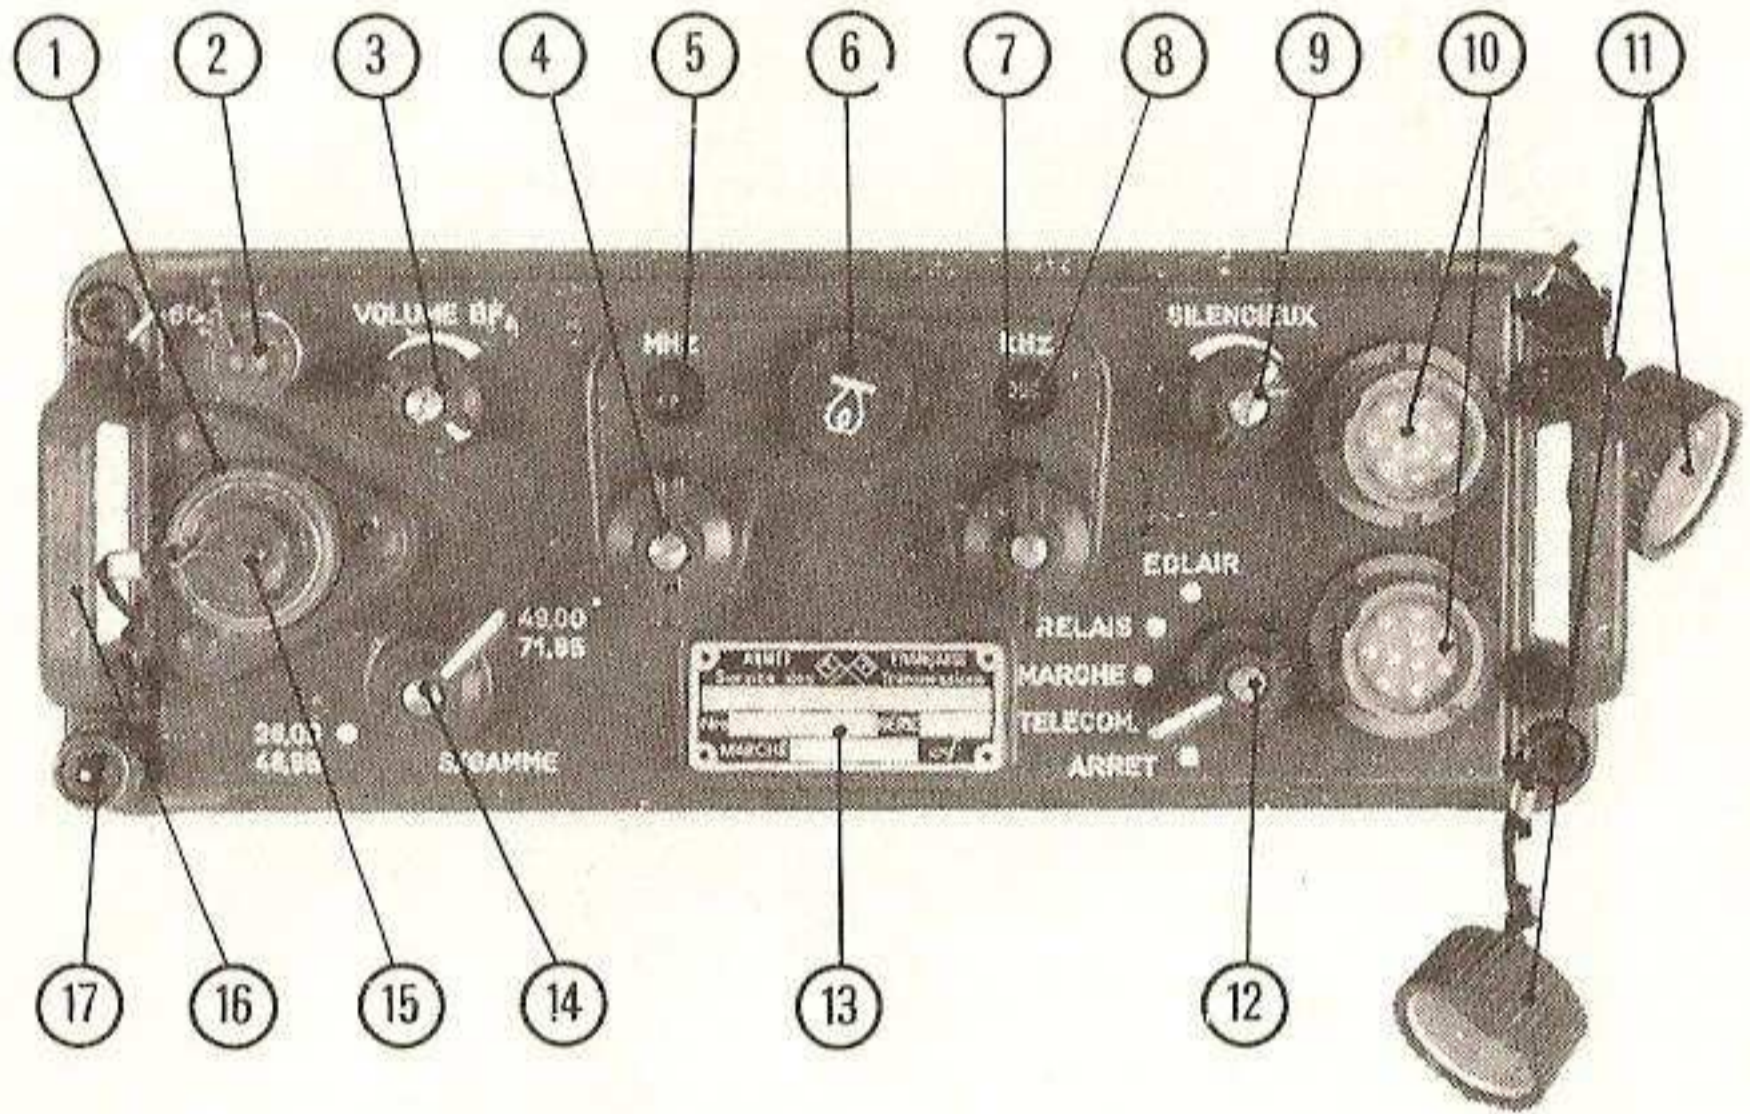

Fig.1 - Panneau des commandes
- Placer le commutateur de fonctionnement (fig. 1 (12)) sur la position «ARRET».
- Fixer la fiche du combiné sur l'une des prises (10) fig. 1 de l'émetteur récepteur.
- Vérifier que le commutateur de fonctionnement (fig. 1 (12)) est sur la position « ARRET ».
- Brancher le coaxial 50 Ω sur la boîte d'accord d'antenne et sur la prise 50 Ω fig. 1 (2) de l'émetteur-récepteur.
- Brancher les accessoires nécessaires (haut-parleur, combiné téléphonique ou micro-plastron sur les prises (fig. 1 (10)) de l'émetteur-récepteur.
- Placer le commutateur de fonctionnement (fig. 1 (12)) sur la position « ARRET ».
III - EXPLOITATION (fig. 1)